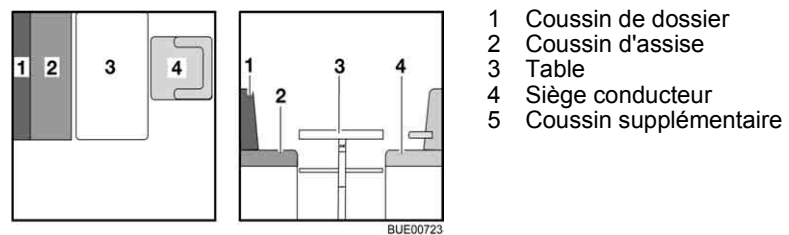

Fig. 116 Avant la transformation
- Tourner le siège conducteur (Fig. 116,4) et le pousser complètement vers l'avant.
- Convertir la table (Fig. 116,3) en sommier de lit (voir paragraphe 6.10).
- Placer le coussin de dossier (Fig. 116,1) de côté.